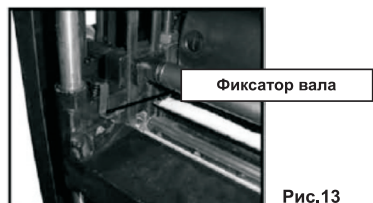

Рис.13
- фиксация вала происходит в шести различных позициях. Если вал зафиксировался в неудобной позиции, воспользуйтесь рычагом фиксации (рис. 13), нажав на который, можно ослабить фиксатор и повернуть вал дальше.